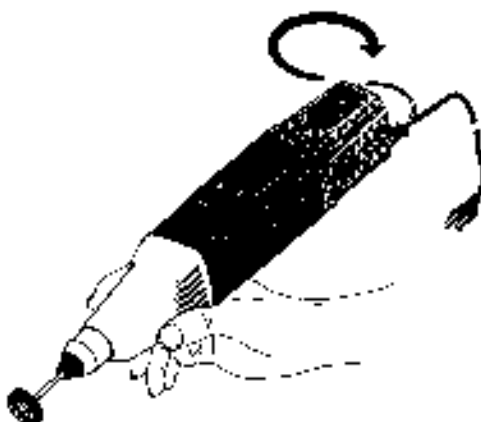

Fig. 3
1. Gerät am Schalter 2 (Fig. 3) einschalten und bei der Arbeit entsprechende Drehzahl am Knopf (1) einstellen.
2. Halten Sie das Gerät beim Fräsen oder Gräbieren wie einen Kugelschreiber (Fig. 3), dabei sind Lüftungsschlitze nicht verdecken.